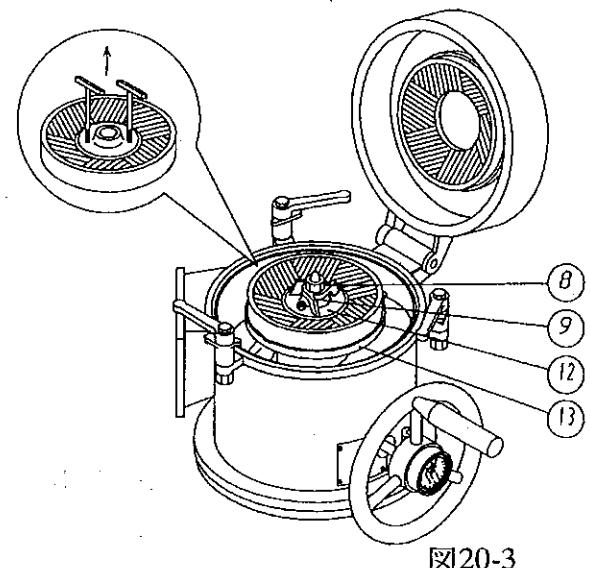

図20-3
- ⑧袋ナット・⑨ナット又は三枚羽根ナットを取ります。
- 石押さえ金具とグラインダー（回転側）が抜きにくい場合は⑫石押さえ金具のボルトを外し、図の様に付属部品のT字ボルトを使い抜いて下さい。（図20-3）